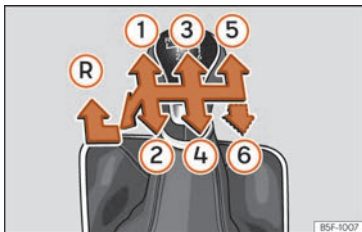

Abb. 99 Schaltschema bei einem 5-Gang bzw. 6-Gang Schaltgetriebe
Auf dem Schalthebel sind die Positionen der einzelnen Fahrgänge dargestellt »» (Abb. 99).
- Schalthebel in die Neutralstellung bringen und nach unten drücken. Schalthebel ganz nach links und dann nach vorn in die Rückwärtsgangposition schieben »» (Abb. 99) **R**.